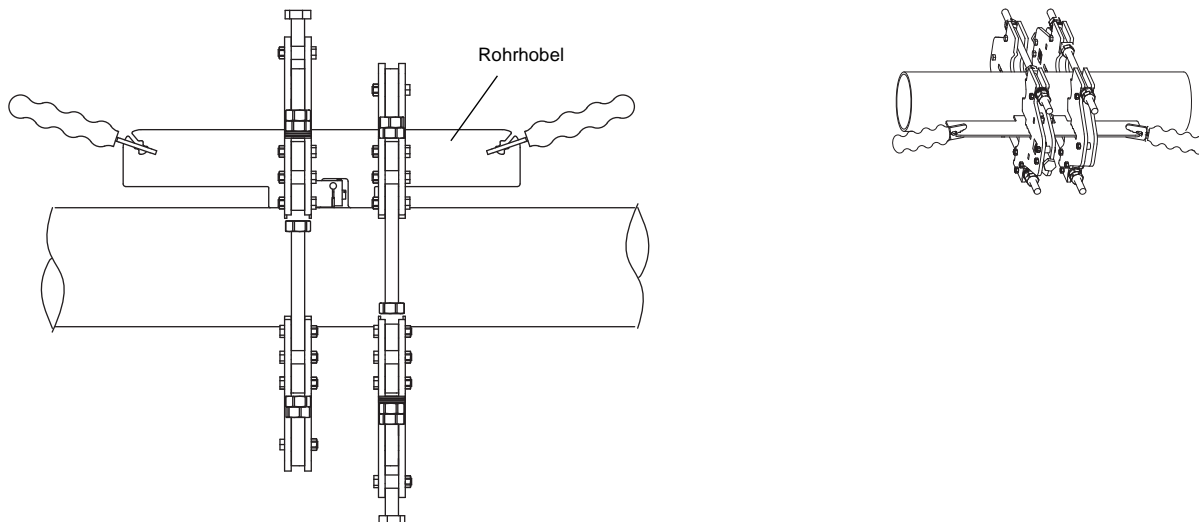

Abb. 3.6: Glättung der Messstelle mit dem Rohrhobel
Die Rohroberfläche wird mit Hilfe des mitgelieferten Rohrhobels geglättet (siehe Abb. 3.6). Durch eine sorgfältig geglättete Messstelle wird eine zuverlässige und dauerhafte akustische Kopplung zwischen Rohrwand und Koppelplatte erreicht.
- Schieben Sie den Rohrhobel in die Koppelplattenausschnitte der Rohrhalterungen (siehe Abb. 3.6).